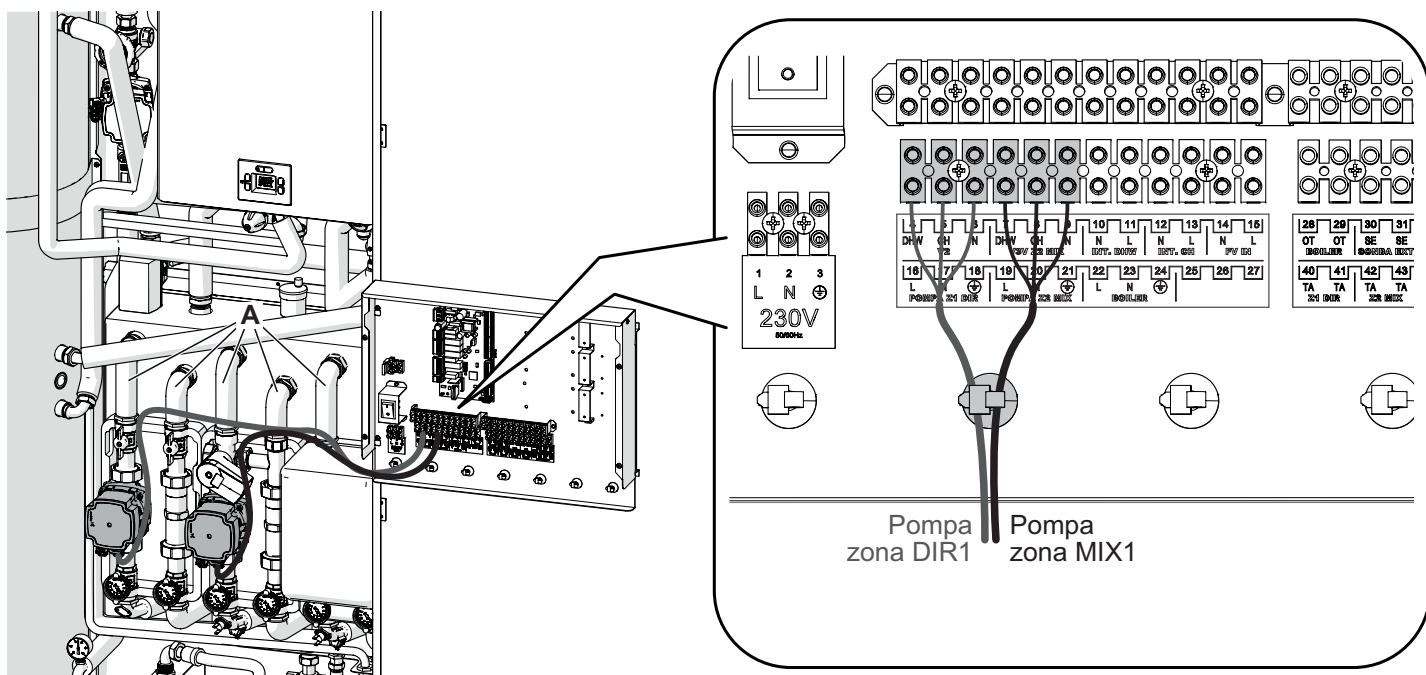

Figura 2.33
- Per garantire un collegamento elettrico facile e sicuro, il cavo delle pompe è dotato di presa. Collegare la presa alla pompa, far scorrere i cavi di alimentazione dietro i tubi (A) dei gruppi di rilancio, collegarli alla morsettieria e bloccarli con l'apposita fascetta (Figura 2.33).